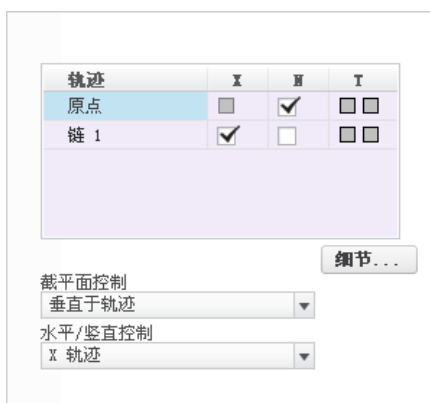

图 4.4.13 “参考”界面
Step5. 定义截面控制。在操控板中单击 **参考** 选项卡, 在图 4.4.13 所示的界面中, 选中“链 1”的 X 栏。